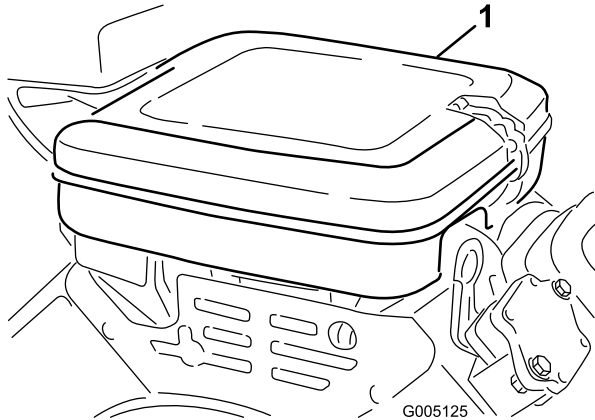

図 47
1. ロック用クリップを取り、エアクリーナカバー（図 47）を外す。カバーを丁寧に清掃する。